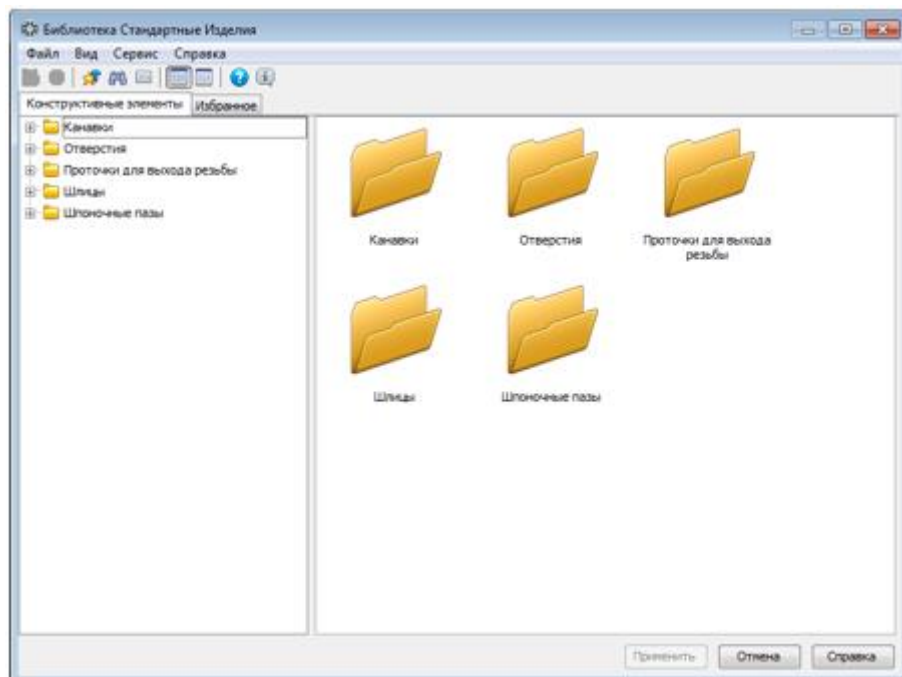

Рисунок 8.
- Выполните команду Библиотеки – Стандартные изделия – Вставка – Вставить элемент. На экране откроется окно Библиотека Стандартные Изделия (рис.8).